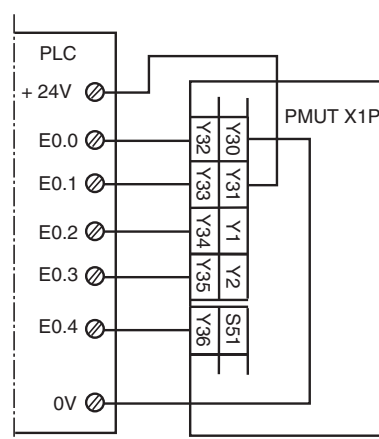

Fig. 14: Anschlussbeispiel für Halbleiterausgänge/Connection example for semiconductor outputs/Exemple de raccordement des sorties statiques
24 V Versorgungsspannung für Halbleiterausgänge: +24 V DC an Klemme Y31 und 0 V an Klemme Y30 anschließen (siehe Fig. 14).
24 V supply voltage for semiconductor outputs: Connect +24 VDC to terminal Y31 and 0 V to terminal Y30 (see Fig. 14).
- Sorties statiques : Tension d'alimentation 24 V pour sorties statiques : +24 V DC sur borne Y31 et 0 V sur borne Y30 (cf. fig. 14).